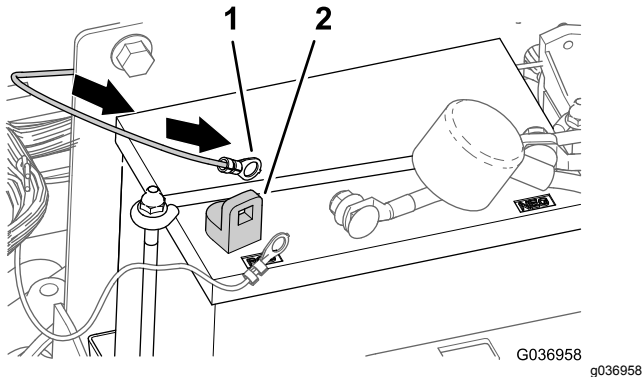

Рисунок 10
2. Проложите ответвление жгута проводов с круглой клеммой к положительному полюсному штырю аккумуляторной батареи (Рисунок 10).